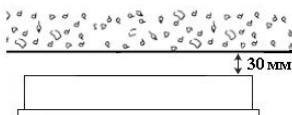

Рис. 3
- При установке врезных светильников воздушный зазор над верхней точкой светильника должен быть не менее 30 мм (см. рис. 3).**